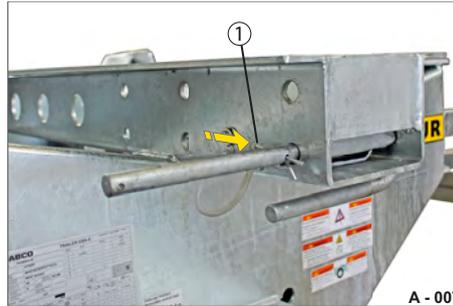

Abb. 7 Längsanschlag eingeclippt
- ▶ Sichern Sie das Gestänge mit dem Federstecker (Abb. 7/1). Der Längsanschlag ist eingeclippt und gesichert.